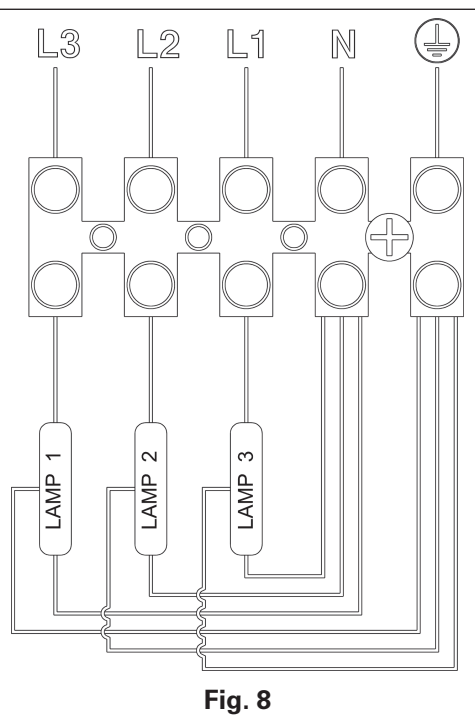

Fig. 8
- Para realizar uma conexão trifásica, é preciso eliminar os cabinhos A e conectar as 3 fases, o neutro e o de terra respectivamente nos polos da borneira marcados por L3-L2-L1-N- $\oplus$ (fig. 8). Gastem um cabo H07RN-F 5x1 mm².